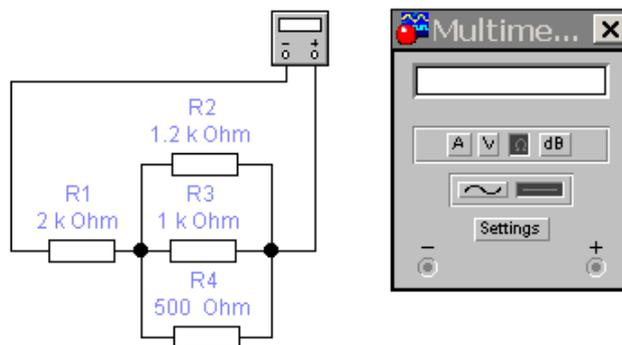

Рисунок 2.3 – Измерение эквивалентного сопротивления
2.2.2 Открыть файл со схемой, показанной на рис. 2.3.